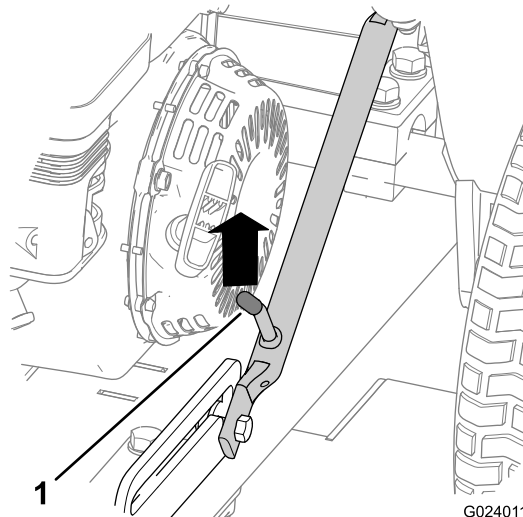
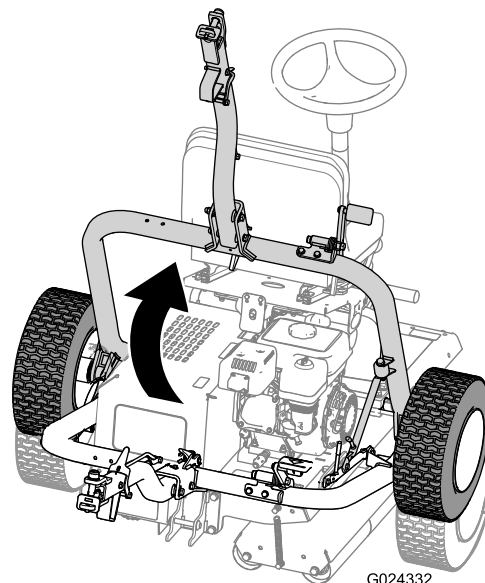

図 24
図 28
- A. ラッチレバーがスライドディテントから外れるまで、ヒッチアセンブリを押し上げる 図 24。
D. ヒッチを上げて図 28、ラッチのレバーをスライドディテントにロックする図 24。